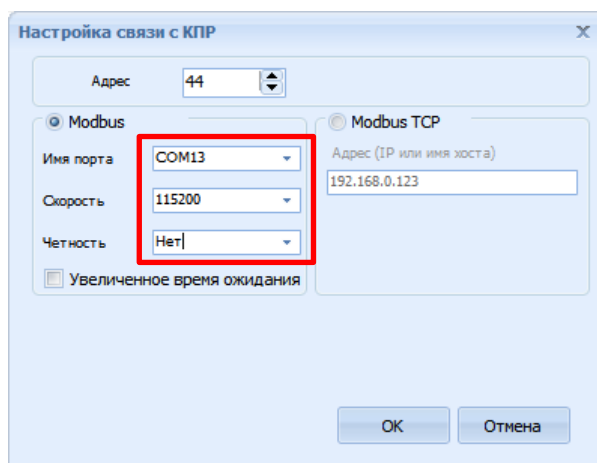

Рисунок 6.3 – Параметры связи изделия через интерфейс СЕРВИС
- для подключения к конфигурируемому изделию выбрать пункт *Конфигурация – Подключение – Настройка* и задать адрес изделия и параметры СОМ-порта, к которому подключено изделие (рисунок 6.3). Нажать кнопку *ОК*.